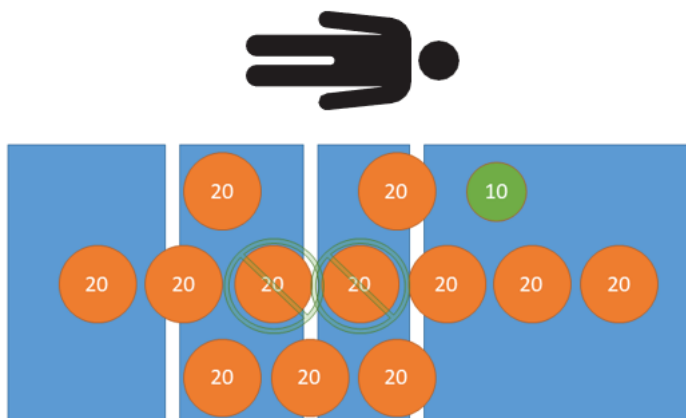

Figura 32 – Prueba de tara - 210 kg netos
7. Con ayuda de pesos calibrados, coloque 210 kg en el producto (Figura 32).